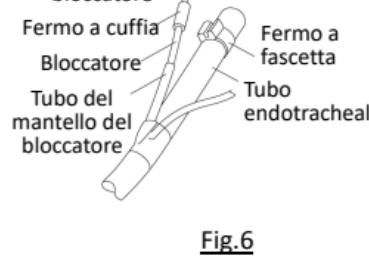

Fig.6
- Spostare il fermo a cuffia e ruotare (se necessario) e montarlo sul tubo del mantello del bloccatore (Fig. 6).